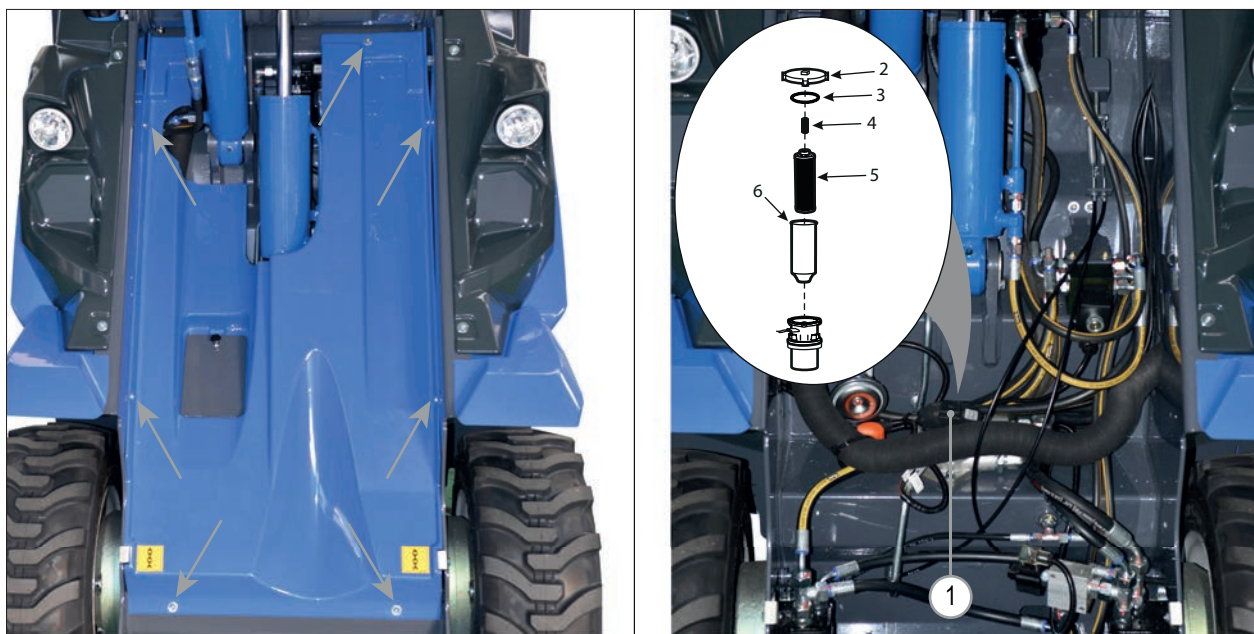

РИС. 49
- 3) Снимите переднюю панель, ослабив винты, которые крепят ее к раме (см. РИС. 49).
- 4) Снимите крышку фильтра, повернув ее. Для ослабления крышки может потребоваться гаечный ключ (РИС. 49 - Сс. 1).
- 5) Извлеките фильтрующий элемент (РИС. 49 - Сс. 4).
- 7) Осмотрите уплотнительное кольцо крышки фильтра на наличие следов износа или повреждений. Это уплотнительное кольцо (РИС. 49 - Сс. 3) расположено в канавке в верхней части корпуса фильтра. Замените уплотнительное кольцо в случае износа или повреждения.
- 8) Установите на место крышку фильтра (РИС. 49 - Сс. 2) и закрепите ее.